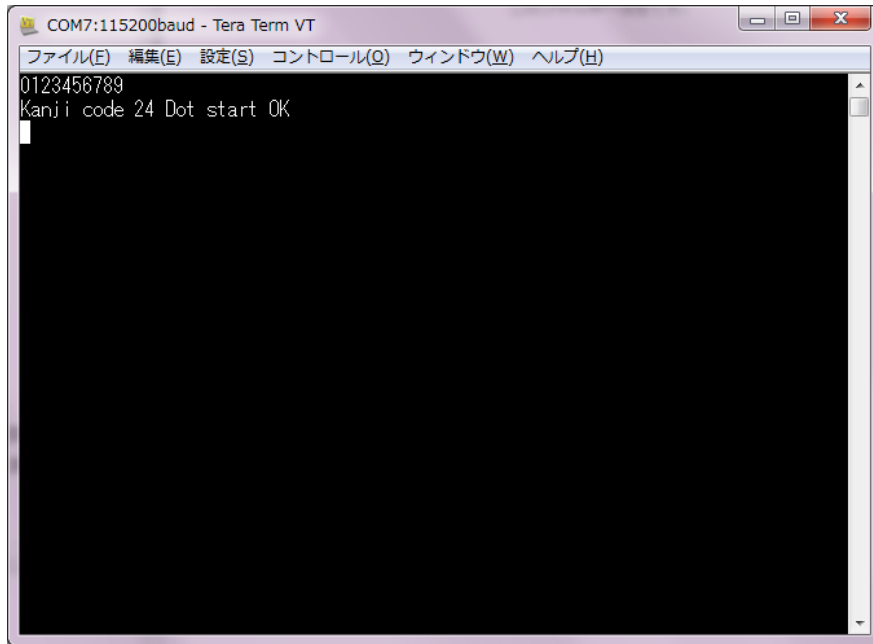

图 5-1
- (1) 首先，需要将初学者工具包附赠的 CD-ROM 中的 24 点阵字体数据文件 font24.bin 复制到 microSD 卡的根目录下。24 点阵字体数据文件 font24.bin 包含 12×24 点阵半角字体数据(不含半角假名)和 24×24 点阵全角字体数据 (JIS 一级、二级)。
- (2) 确认 LCDC 基板的电源处于断开状态，然后将 microSD 卡插入 microSD 卡接口 (CN2)。
- (3) 接通 LCDC 基板的电源，然后启动“4. 动作确认方法”中说明的通信软件。
- (4) 如图 5-1 所示输入字符“0123456789”后，按下回车键发送字符。这时，“Kanji code 24 Dot start OK”这段字符串从 LCDC 基板被返送，并显示在通信软件的画面